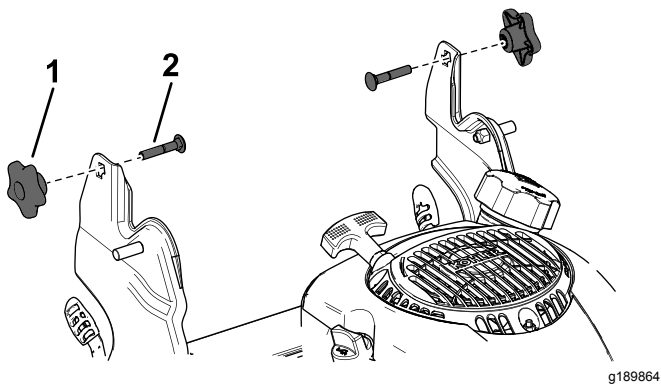

**Рисунок 24**
2. Сложите рукоятку, повернув ее вперед (Рисунок 24).